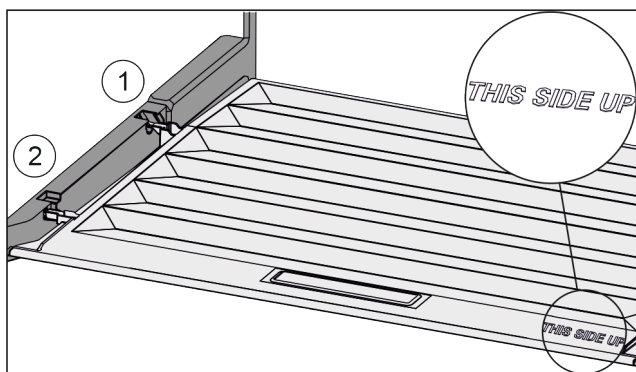

Fig. 74
- ▶ Sätt in lockbygeln över öppningen för den bakre hållaren Fig. 74 (1) och fäst den framtill i hållaren Fig. 74 (2).